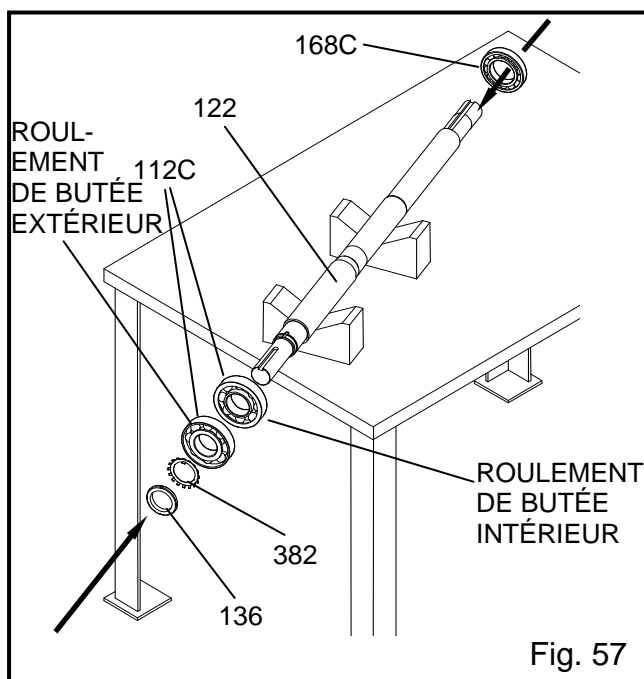

Fig. 57
1. Chauffer le roulement radial intérieur (168C) à 225°F (107°C) dans un réchauffeur à induction. Glisser le roulement côté turbine de l'arbre (122), l'emmancher pour le faire reposer perpendiculairement et à ras de l'épaule de l'arbre, voir Fig. 57 et le plan en coupe à la fin de cette section.